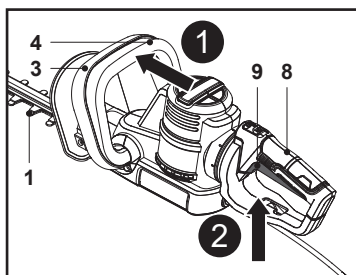

Fig. 6
1. Asegúrese de que el dispositivo de corte (hoja) (1) no entre en contacto con ningún objeto. Retire la cubierta de la hoja (13) del dispositivo de corte (hoja) (1) antes de encender la máquina.
2. Sostenga la máquina con una mano en la empuñadura delantera (3) y la otra en la empuñadura trasera (8).
3. Mantenga presionado el interruptor de seguridad (4) (Fig. 6, paso 1).
4. Presione el interruptor de encendido/apagado (9) para encender la máquina (Fig. 6, paso 2).
5. Suelte el interruptor de encendido/apagado (9) o el interruptor de seguridad (4) para apagar la máquina.